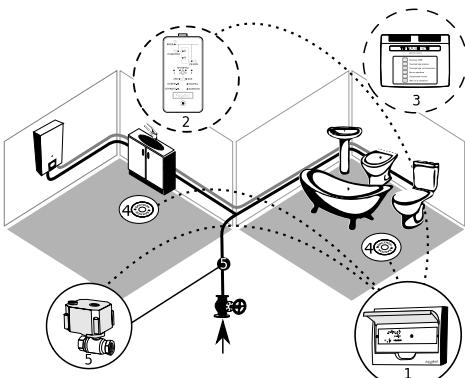

Рис. 7.2.2.1
Конфигурация: модуль управления (1), датчики протечки (4), кран с электроприводом (5) (оPTIONO - выносной пульт управления (2), GSM-информатор (3)). Кран (5) с электроприводом устанавливается, как показано на рис. 7.2.2.1. Датчики протечки (4) устанавливаются на полу в местах возможного скопления воды при авариях и протечках (в санузлах, на кухне, под раковинами, унитазом и т. п.) При подаче питания модуль управления переходит в режим «ЗАКРЫТО» при этом кран (5) будет перекрыт. Нажатием кнопки модуль управления переходит в режим «ОТКРЫТО», и кран (5) откроется. Используемые группы подключения кранов - КРАН 1 (для ввода).